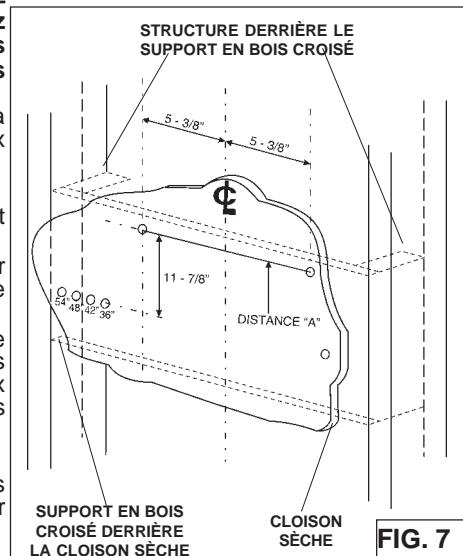

FIG. 7
- Construisez une structure murale en bois à niveau avec la surface intérieure des poteaux de cloison (Fig.7).